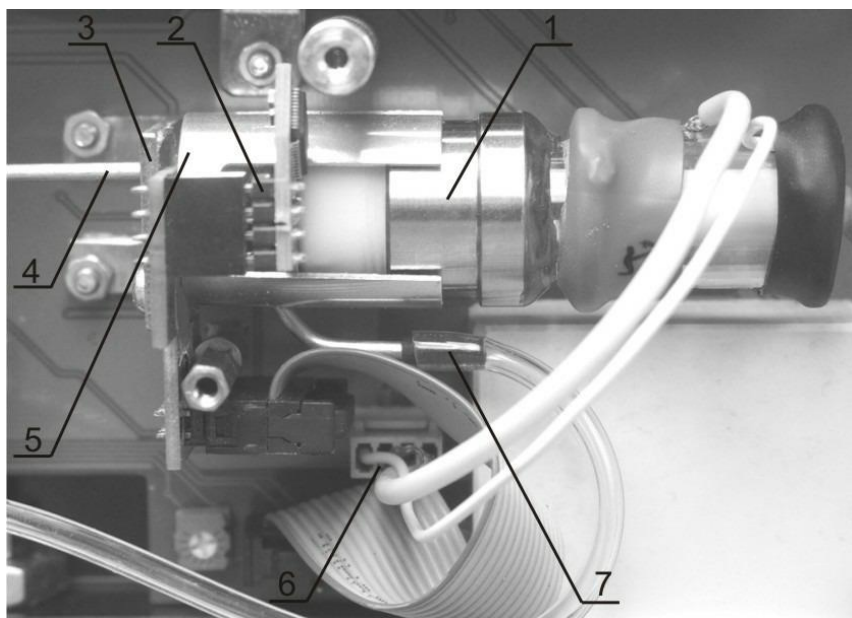

Рис. 11. ФИД
Проведите замену ФИД (рис. 11). Для этого:
- отсоедините входной (4) и выходной (7) штуцеры от трубопроводов;
- отсоедините разъем питания лампы ФИД (6);
- ослабьте винт хомута (на рис. 11 не показан) и снимите его, сдвинув в сторону лампы ФИД;
- извлеките ФИД из стакана-держателя (5), потянув ФИД за кольцо (1).
- При извлечении из держателя ФИД отключается от внешних цепей отсоединением разъема (2) от переходной платы (3).